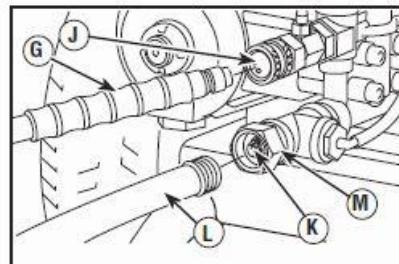

Fig. 8
1. Examine el filtro de entrada de la manguera de jardín (K) para determinar si presenta daños. (See Fig. 8)
3. Deje correr agua fría por la manguera de riego (L) durante 30 segundos para limpiar cualquier posible resto. Manguera de jardín no debe superar los 15 m (50 pies) longitud. Interrumpa la alimentación de agua y conecte la manguera de jardín